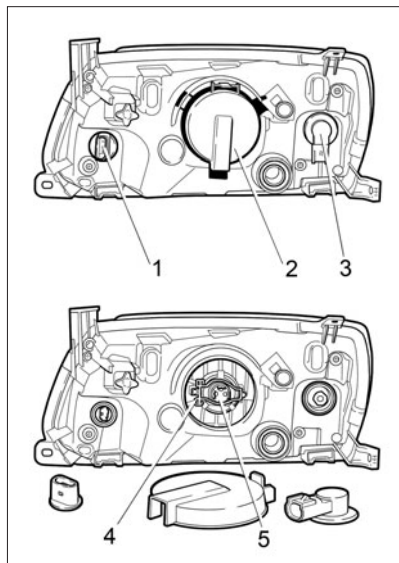

Рис. 59. Блок-фара
Для доступа к лампе ближнего/дальнего света выньте защитную крышку 2 (рис. 59), отсоедините колодку жгута проводов и снимите резиновый кожух лампы, отведите поочередно в стороны «усики» 4 пружины ламподдержателя, предварительно нажав на них, выньте лампу из посадочного места рефлектора. Монтаж новой лампы проводите в обратном порядке. Все работы по установке галогеновой лампы проводите в перчатках во избежание оставления следов на колбе лампы. После установки лампы ближнего/дальнего света убедитесь в плотном прилегании резинового кожуха на цоколе лампы и корпусе блок-фары.
Рис. 59а. Задний фонарь автомобиля с кузовом «седан»
Рис. 59б. Задний фонарь автомобиля с кузовом «лифтбек»
Для снятия ламп в заднем фонаре автомобиля с кузовом «седан» (рис. 59а) проделайте следующие действия:
Рис. 59в. Снятие заглушки опоры полки
Для снятия ламп в заднем фонаре автомобиля с кузовом «лифтбек» (рис. 59б) проделайте следующие действия:
- нажмите пальцем через отверстие в заглушке опоры полки на защелку 1 (рис. 59в);
Рис. 59г. Боковой указатель поворота
Для замены лампы в боковом указателе поворота 1 (рис. 59г) снимите его с автомобиля. В гнез-